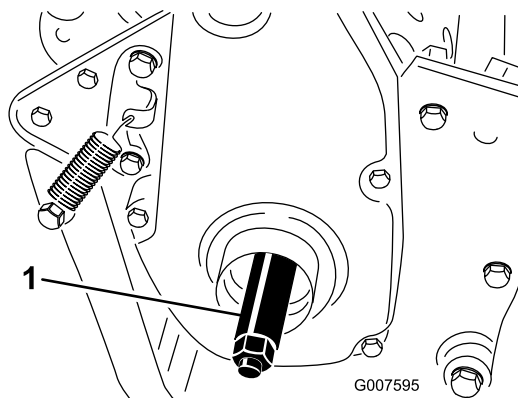

図 7
3. 右側ホイールシャフトを機体の右側にある駆動プーリのネジ穴にねじ込む (図 7)。